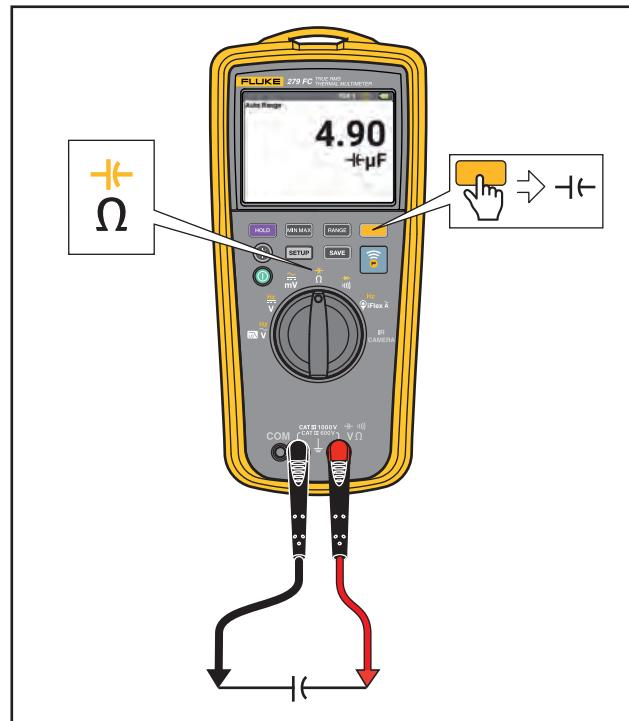

Рисунок 8. Измерения емкости
- Измерения емкости. См. Рисунок 8.
Чтобы провести измерение емкости, мультиметр осуществляет зарядку конденсатора от известного источника тока, измеряет результирующее напряжение, а затем вычисляет емкость. См. Рисунок 8.